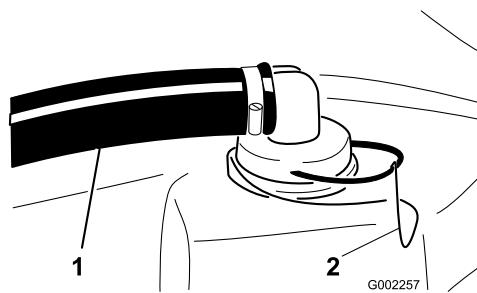

Figura 63
- Retire el dispositivo de sujeción del dispositivo rojo sujeto a la manguera grande en la parte superior del depósito (Figura 63).
- Desconecte la manguera del depósito (Figura 63).